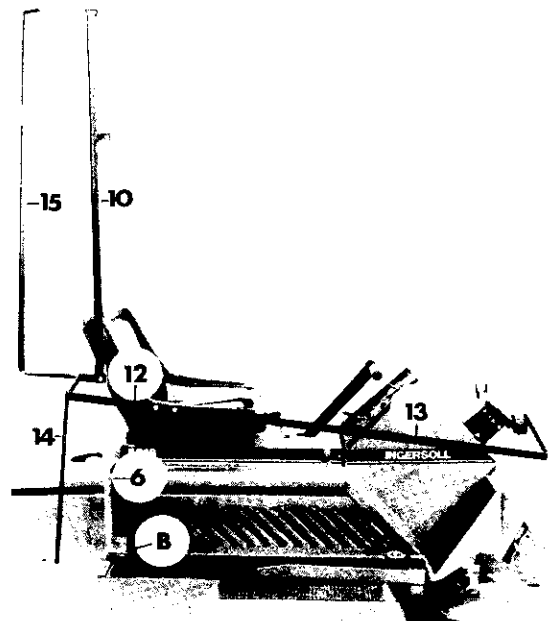

FIGURE 5
**STEP 5; SEE FIGURE 5:****FOR GAS MODELS:**